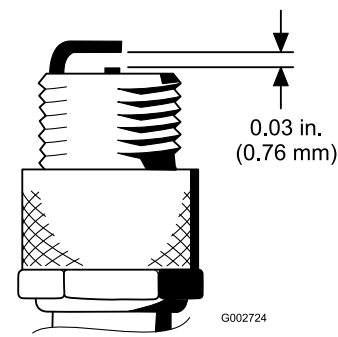

Figure 28
- Réglez l'écartement entre les électrodes centrale et latérale à 0,76 mm (Figure 28). La bougie installée, avec son joint d'étanchéité, doit avoir l'écartement correct et être serrée à 23 Nm. À défaut de clé dynamométrique, serrez fermement la bougie.